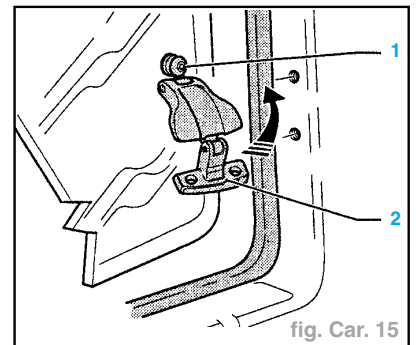

fig. Car. 15
- Desserrer la vis (1) de 2 tours jusqu'à ce que le verrouillage de glace se déplace dans le vide (fig. Car. 15).